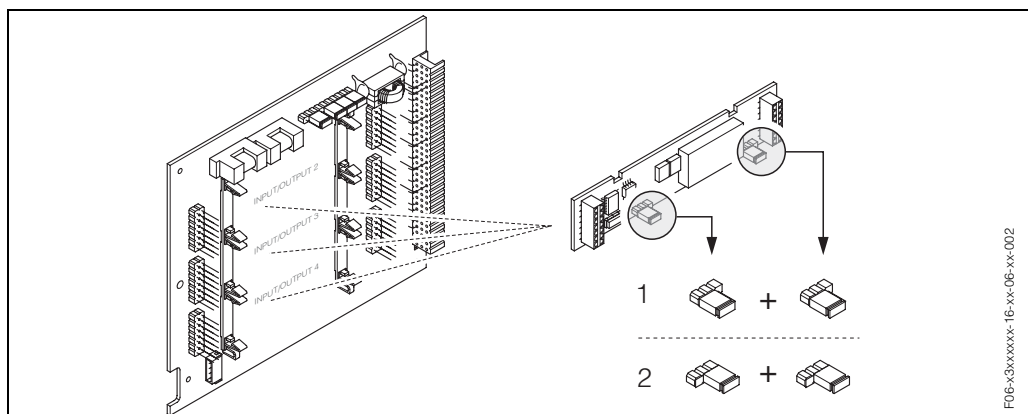
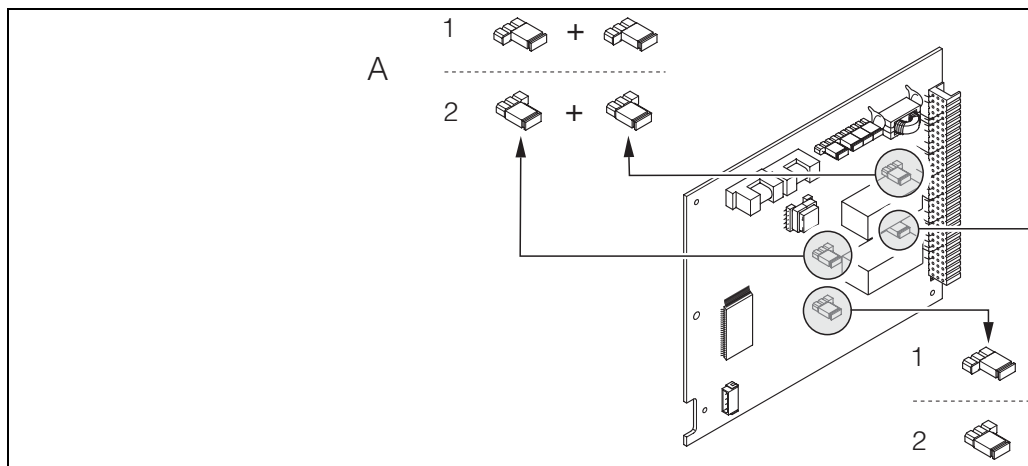

fig. 34: Configurer les contacts de relais (contact d'ouverture / de fermeture) pour la platine E/S à sous-module interchangeable
fig. 35: Configurer les contacts de relais (ouverture / fermeture) pour la platine E/S fixe
3. Positionner les ponts conformément à la fig. 34 (carte E/S à module interchangeable) ou fig. 35 (carte E/S fixe).